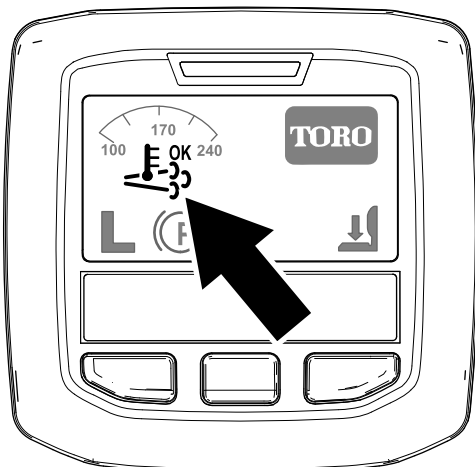

図 44
- インフォセンターに、アシスト/リセット再生アイコンが表示されます 図 44。